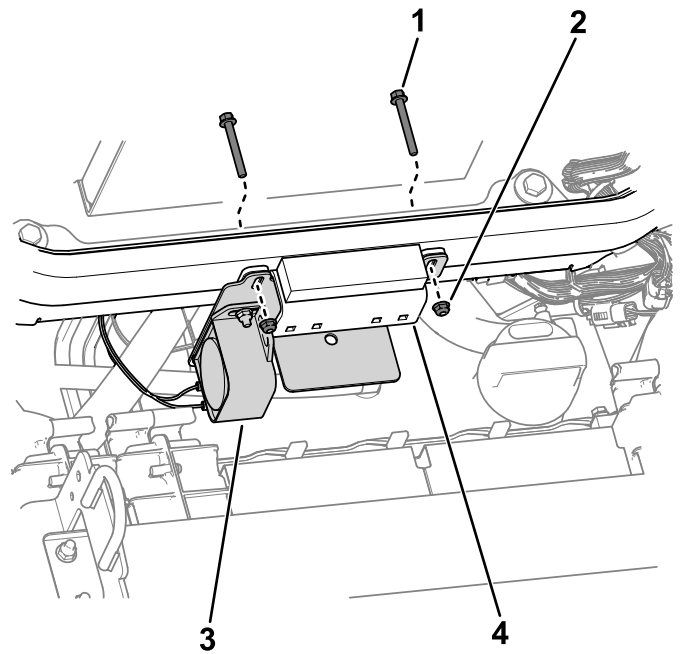

Figuur 1
1. Gebruik de bouten en moeren om het alarm aan de montagebeugel te bevestigen (Figuur 1).